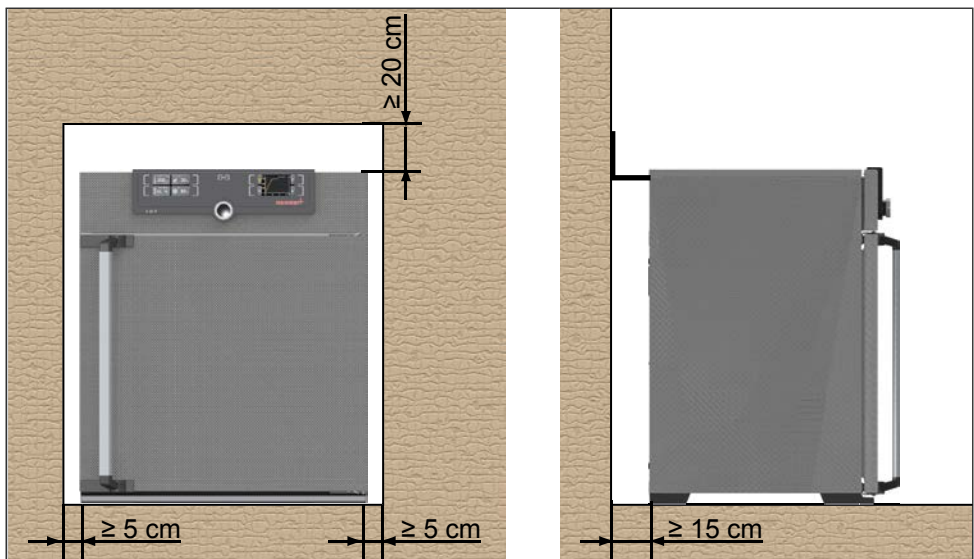

fig. 9 Distancias mínimas con respecto a las paredes y el techo
La separación entre la pared y la parte posterior del equipo deberá ser como mínimo de 15 cm. La distancia hasta el techo debe ser como mínimo de 20 cm y la distancia de los laterales a la pared o al equipo contiguo de al menos 5 cm (fig. 9). En general, deberá garantizarse una circulación de aire suficiente en el entorno del equipo.
2. Doble la protección antivuelco hacia arriba 90° con la distancia deseada hasta la pared (tenga en cuenta la distancia mínima, véase la fig. 9).